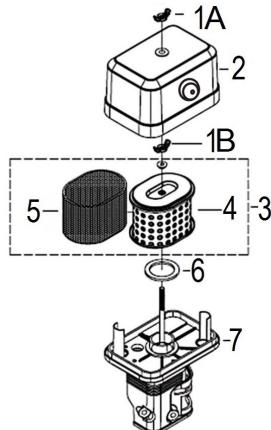

Рис. 31 Обслуживание воздушного фильтра
1. Открутите барашковую гайку 1A и снимите крышку 2 воздушного фильтра (Рис. 31).
2. Открутите барашковую гайку 1B и снимите воздушный фильтр 3 в сборе (Рис. 31).
3. Проверьте целостность и чистоту фильтрующих элементов. Поролоновый (предварительный) фильтрующий элемент 5 установлен на корпусе бумажного фильтрующего элемента 4 (Рис. 31).